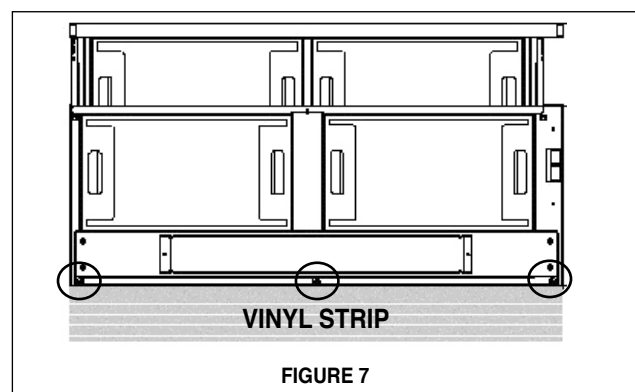

FIGURE 7
6. Une bande (FIGURE 7) est incorporée dans l'emballage afin de couvrir la partie inférieure à vis de l'armoire. La bande est fixée sur la partie inférieure en bas de la hotte par trois vis.